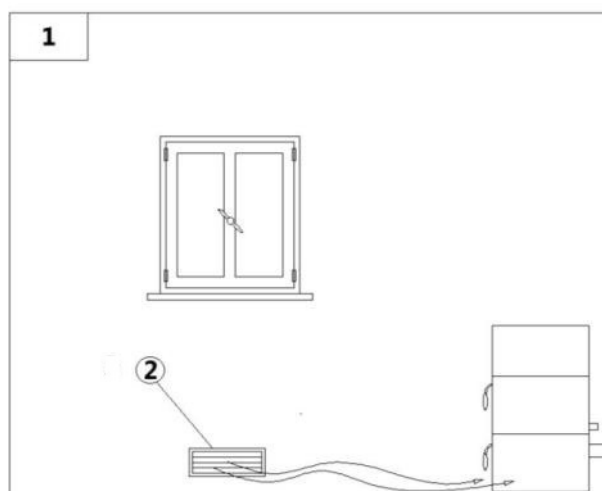

Fig. 11 - Afflusso d'aria diretta
LEGENDA	Fig. 11
- L'afflusso dell'aria tra l'esterno ed il locale può avvenire per via diretta, tramite apertura su parete esterna del locale (vedi **Fig. 11**).